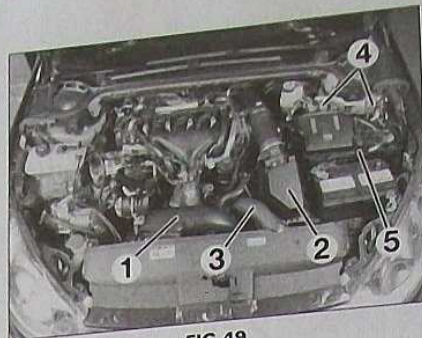

FIG.49
- le collecteur d'entrée d'air (1) (Fig.49).
- la boîte à air avec le débitmètre (2).
- la durit d'air de sortie d'échangeur (3).
- les connecteurs (4).
- le support (5).